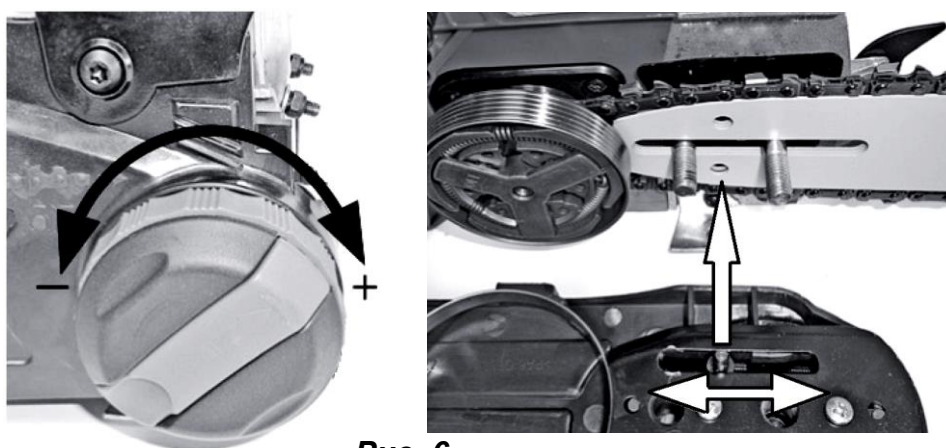

Рис. 6
7. Вращая регулировочный диск на крышке тормоза цепи, совместите штифт натяжителя цепи с отверстием на шине (см. Рис. 6).